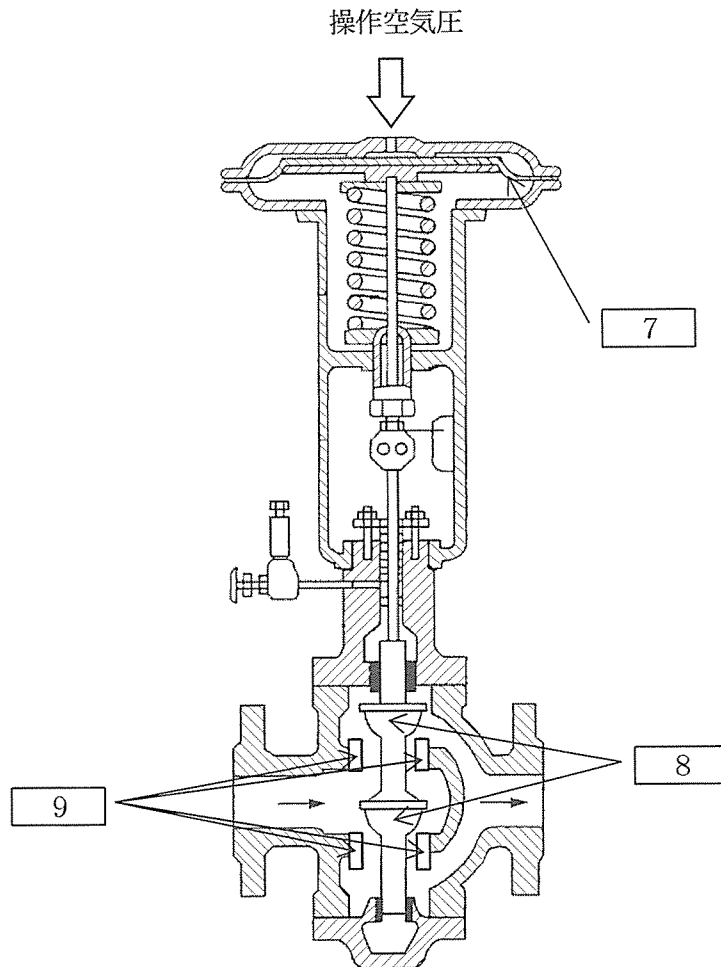

図2 グローブタイプの調節弁の構造例
(2) 図2は流体の流量を制御する操作端の一つであるグローブタイプの調節弁の構造例を示したものであり、このような弁は流量調整用として一般に使用されている。
1) 図2に示す弁の操作力としては、一般に空気圧力が使用される。例えば、操作信号である空気圧力が に加えられると、それにより と の隙間が狭くなり、流れる流量が小さくなる。反対に空気圧力が低くなると、隙間が広くなり流量は大きくなる。
2) 図2に示すような構造のグローブ弁は 弁と呼ばれるものであり、流体の圧力をバランスさせ、弁の空気圧力が小さくて済むような構造となっている。